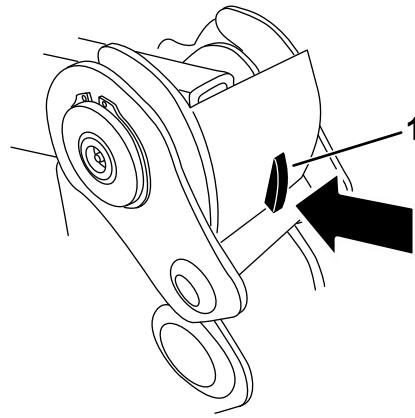

Figura 47
3. Presione hacia abajo sobre el seguro del cierre de cada brazo de carga y levante los cierres para desbloquear los brazos de carga de la máquina (Figura 47).